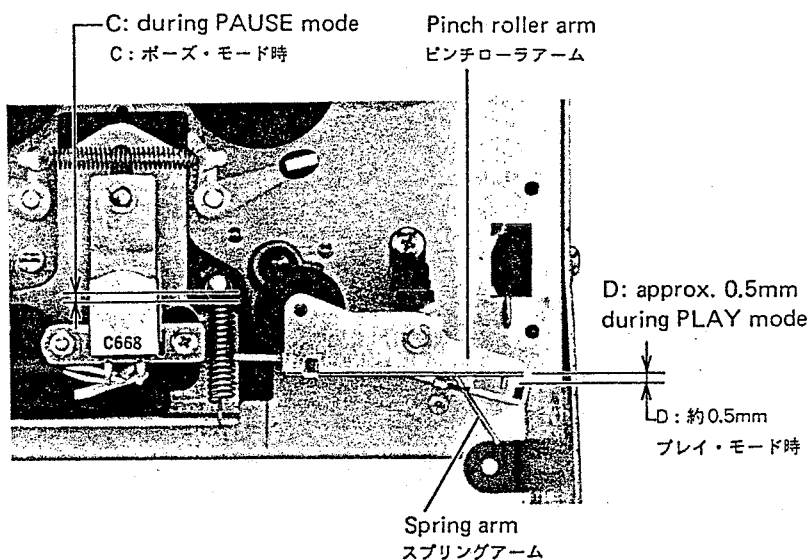

Fig. 5-4
- With the deck in the play mode, check that there is clearance of approx. 0.5 mm between the pinch roller arm and the spring arm ("D" in Fig. 5-4).
- Repeat switching operations from STOP to PAUSE mode two or three times, and make sure that when repeating steps 1 and 2, the clearances "D" and "B" are within the specified range respectively. Also make sure there is a clearance between head base and spring stud ("C" in Fig. 5-4).
- プレイ・モードにして、ピンチ・ローラ・アームとスプリング・アームのすき間 (図 5-4 の D) が約 0.5mm であるか確認する。
- ストップ・モードからポーズ・モードへの切換え操作を 2, 3 度繰り返した後、再度 1, 2 項のチェックをして、間隔 D と B がそれぞれ規定通りか確認する。また、ヘッド・ベースとスプリング支柱との間 (図 5-4 の C) にすき間があるか確認する。
**Note:** During play operation, make sure there is a clearance of approx. 0.5 mm between the pinch roller arm and the spring arm. Refer to Fig. 5-4.
**注意:** プレイ・モード中、ピンチ・ローラ・アームとスプリング・アーム間に約0.5mmのすき間があるか確認する (図5-4参照)。